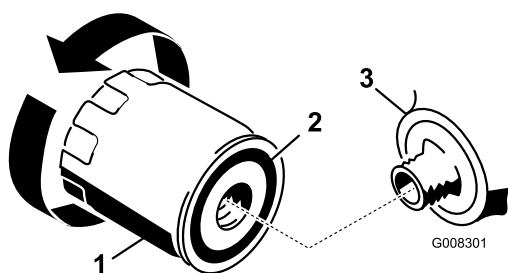

Figure 25
2. Déposez le filtre à huile usagé et essuyez la surface du joint de l'adaptateur (Figure 25).
3. Appliquez une fine couche d'huile moteur neuve sur le joint en caoutchouc du filtre de rechange (Figure 25).
5. Serrez alors de 1/2 à 3/4 de tour supplémentaire (Figure 25).